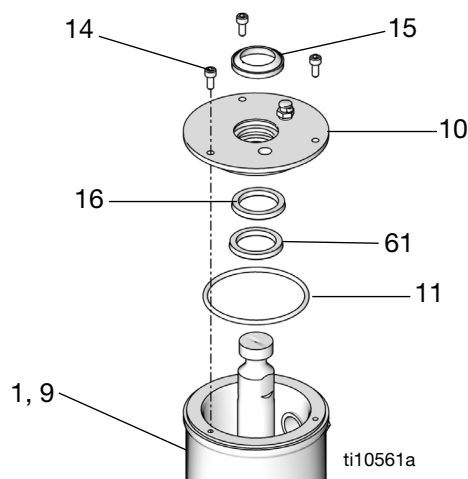

FIG. 31
26. Installera ny o-ring (11), våtkoppsavstrykare (15), tätning (16) och låsring (61) i våtkoppens lock (10). Se FIG. 31.
27. Skjut försiktigt på våtkoppslocket (10) på kolvstången. Rikta in hålen i locket så att de är i linje med hålen i våtkoppen. För in skruvarna (14). Använd en skruvmejsel med sexkantshuvud för att dra åt skruvarna. Se FIG. 31.